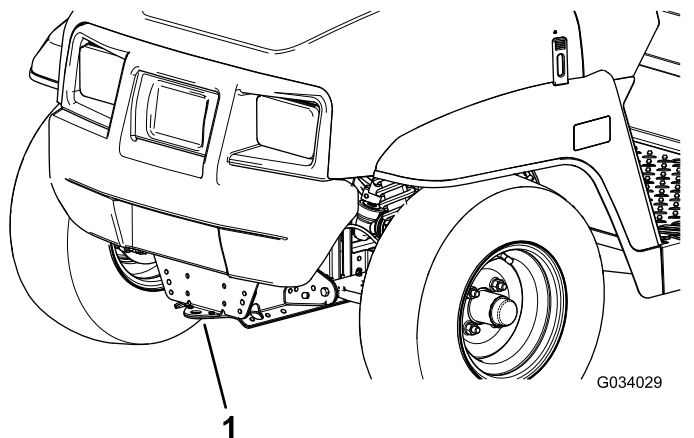
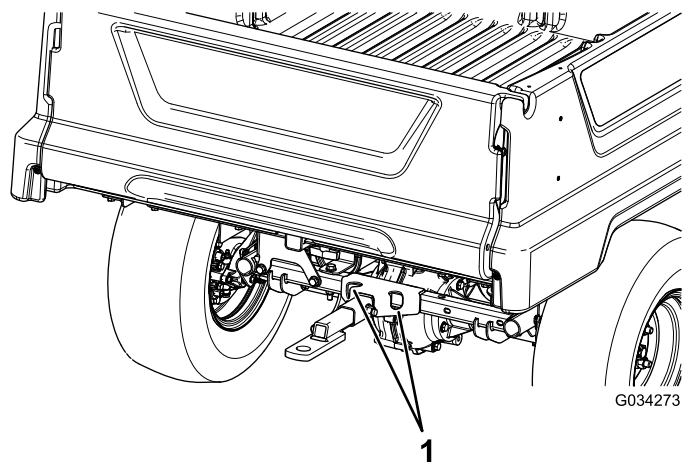

Figura 21
Figura 22
de que sujete correctamente la máquina al remolque. Consulte en Figura 21 y Figura 22 la ubicación de los puntos de amarre de la máquina.
2. Conecte un cable de remolque al punto de remolque, en la parte delantera del bastidor de la máquina (Figura 21).